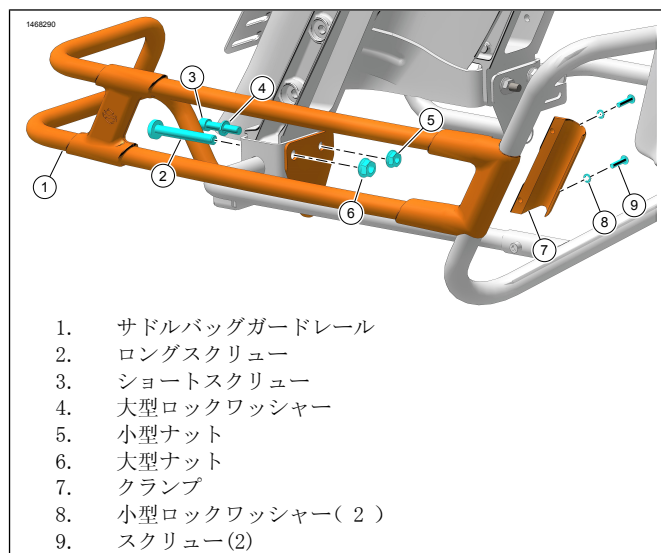

図4。SaddlebagGuardRail (サドルバッグガードレール)
1. 図4を参照してください。サドルバッグガードレールの取り付けは片側ずつ行います：
2. 図4を参照してください。サドルバッグサポートにフロントガードレールを取り付けます。